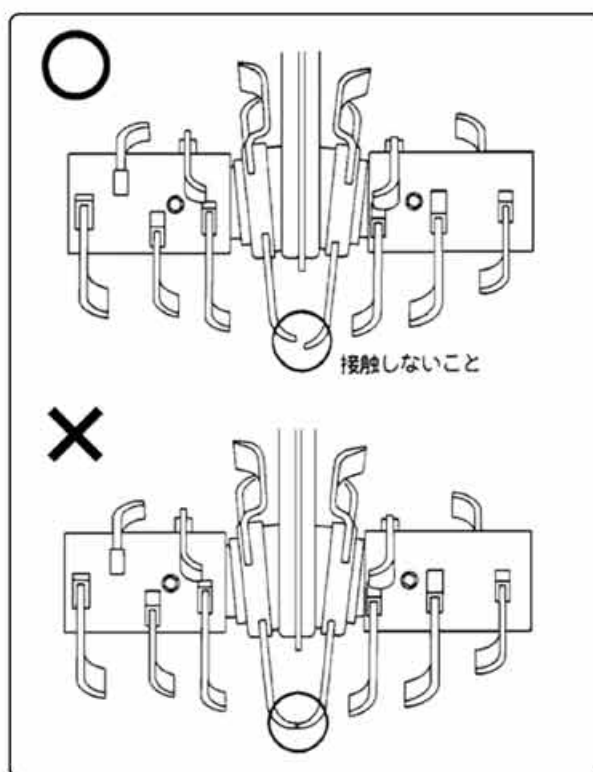

図40
- ② クロス刃受を手で回転させて左側と右側の爪が接触していないことを確認してください。(図40)